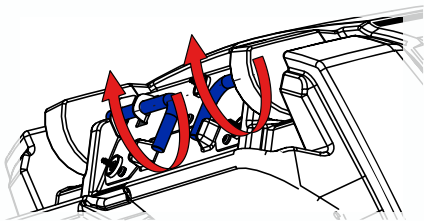

Abb. 20
- Bolzen durch drehen lösen (Abb. 20)